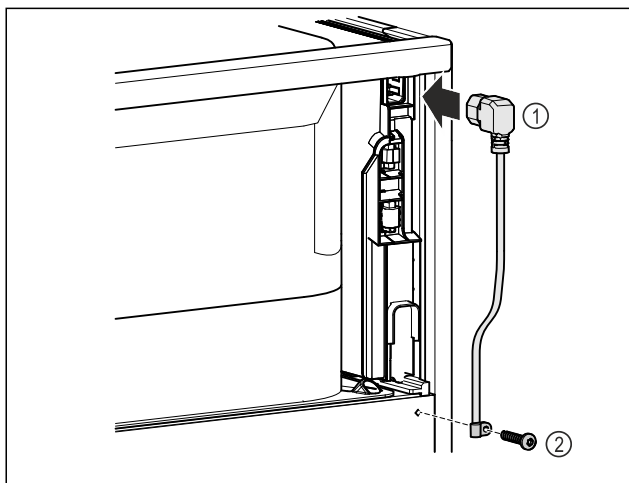

Fig. 46
- ▶ Вставьте разъем сетевого кабеля, предназначенный для устройств, не выделяющих тепла, Fig. 46 (1) с задней стороны устройства.
- ▶ Установите приспособление для разгрузки натяжения кабеля. Fig. 46 (2)